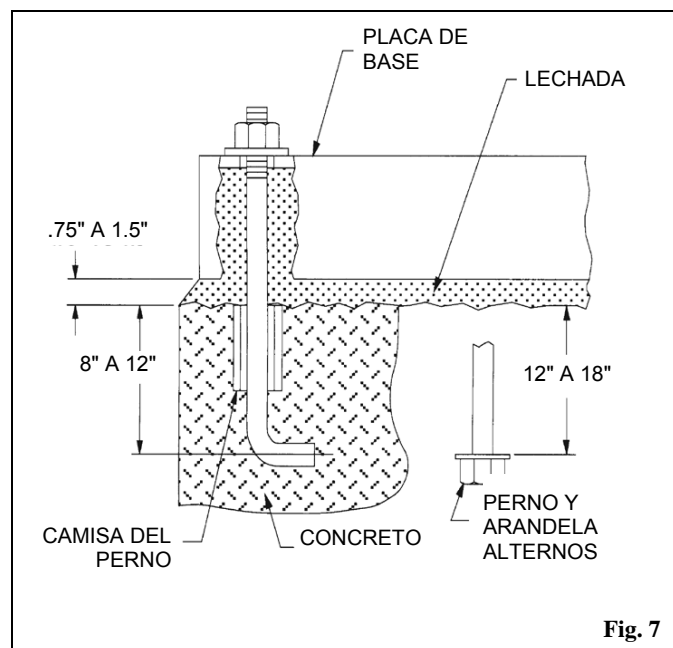

Fig. 7
**Bombas Horizontales** — La cimentación debe verse sin interrupción para generar una altura de 3/4 a 1 1/2 pulgadas como se muestra en la Fig. 7. Debe marcar y acanalar la superficie superior de los cimientos antes de que seque el concreto, esto proporcionará una superficie de amarre para la lechada. Debe fijar los pernos de la cimentación como se muestra en la Fig. 7. Un tubo de cuatro (4) pulgadas de largo alrededor de los pernos,